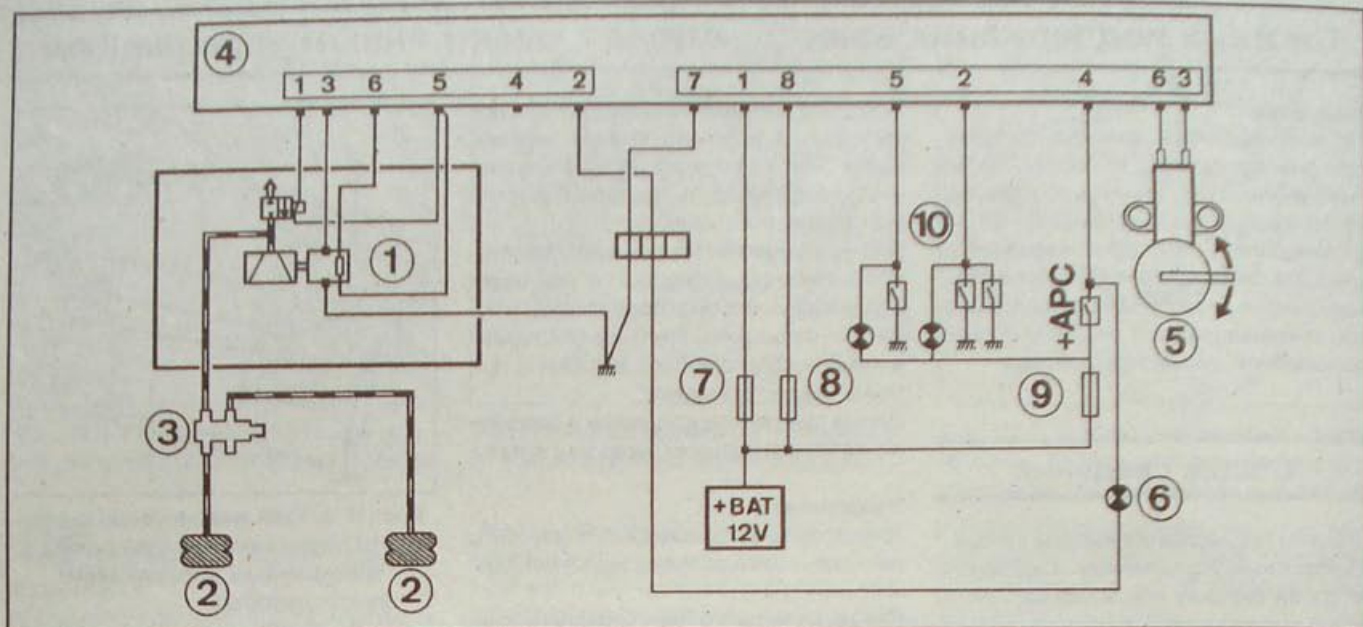

Рис. 11.9. Электрическая схема системы поддержания высоты кузова с электронным управлением:
- блока управления (4, рис. 11.9);
- датчика положения кузова (5);